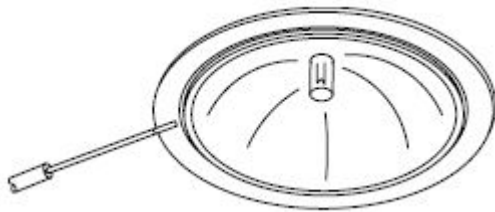

Fig. 5
**N'enlevez pas** la douille, car il est très difficile de la réinstaller. Soulevez délicatement la lampe en utilisant un outil doux, tel qu'un cure-dent. Les outils en acier rayent la surface (voir la figure 5).